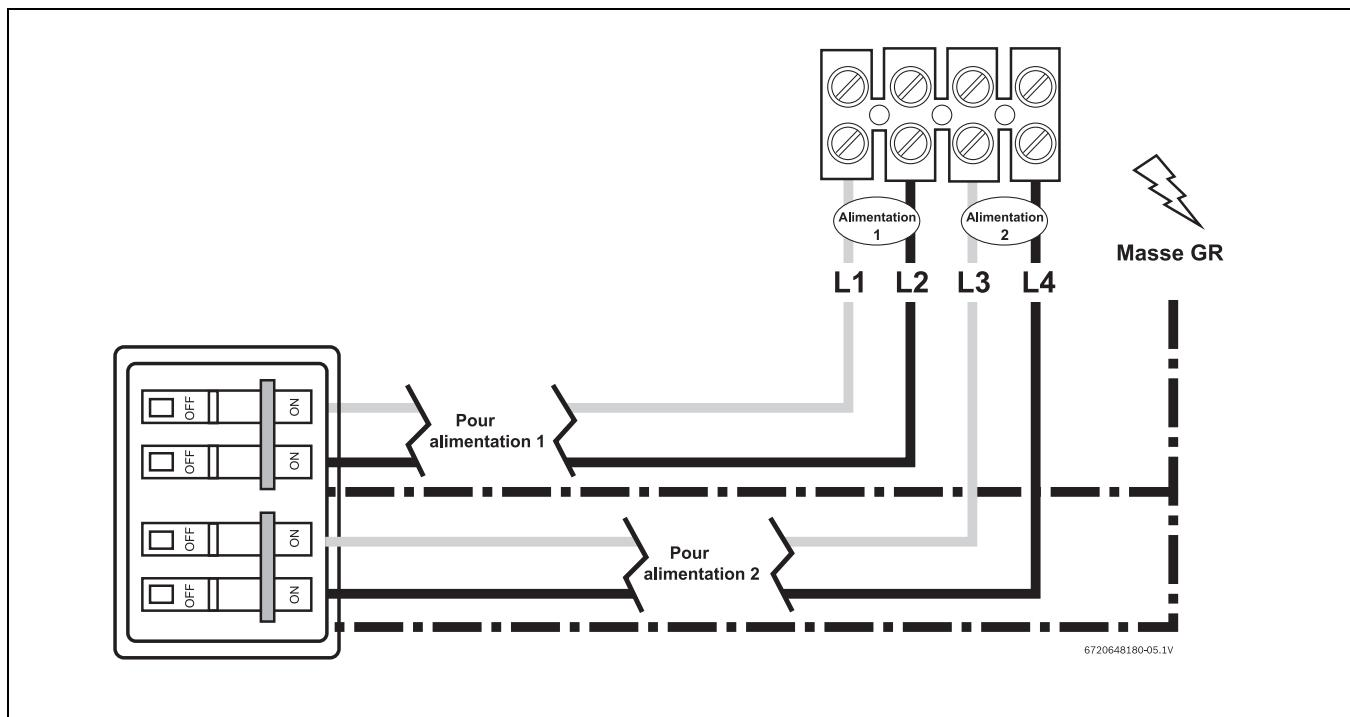
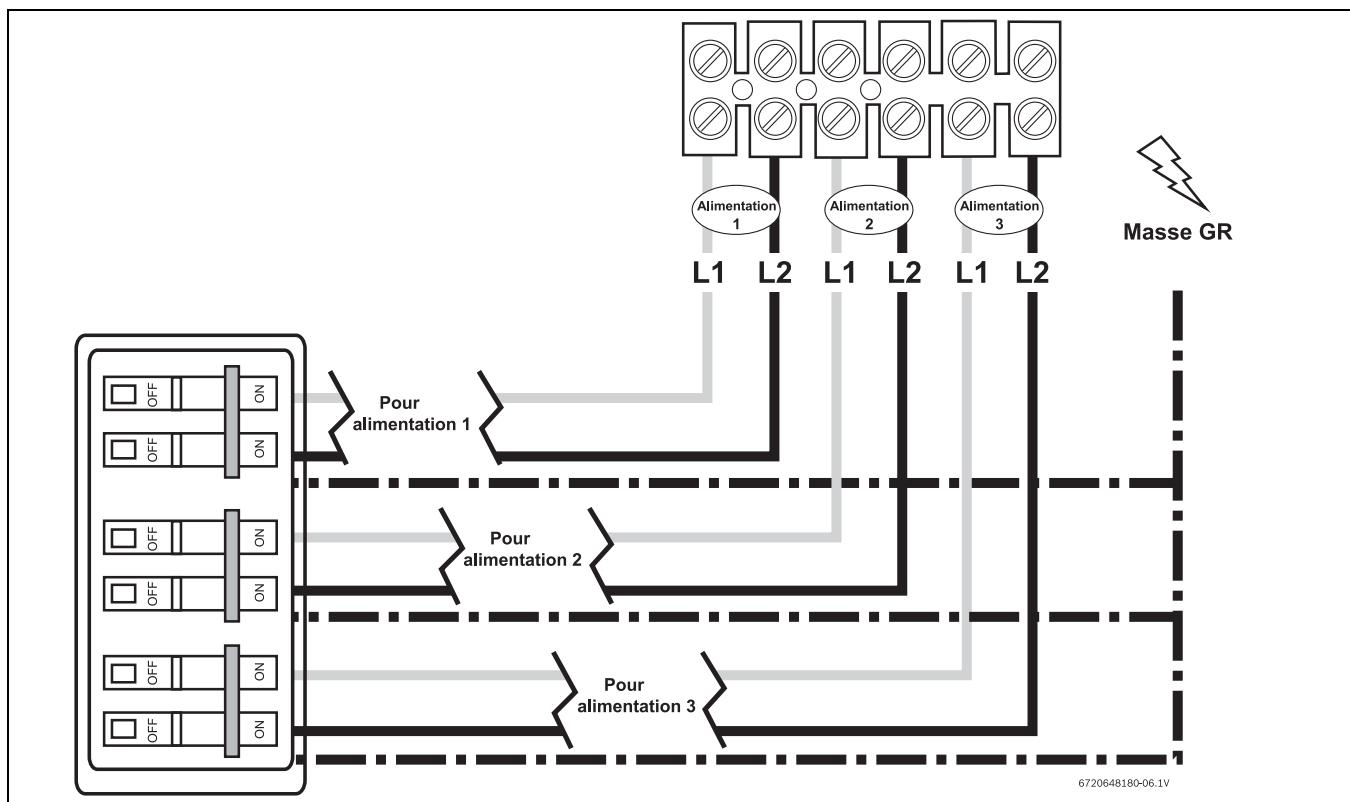

Fig. 7 Connexion au bornier WH17 (États-Unis seulement)
Fig. 8 Connexion au bornier WH27 (États-Unis seulement)
- Dénuder l'isolation des câbles électriques sur environ ½ pouces. Connecter les fils électriques aux bornes marquées " L1 " et " L2 ". Le WH17 a deux paires de fils électriques et le WH27, trois paires. (Voir Fig. 7 et Fig. 8, page 16).
- Toutes les isolations des fils de terre doivent être retirées sur environ ¾ pouces. Les câbles de masse doivent être raccordés à la borne à trou marquée " GR ". (Voir Fig. 7 et Fig. 8, page 16).